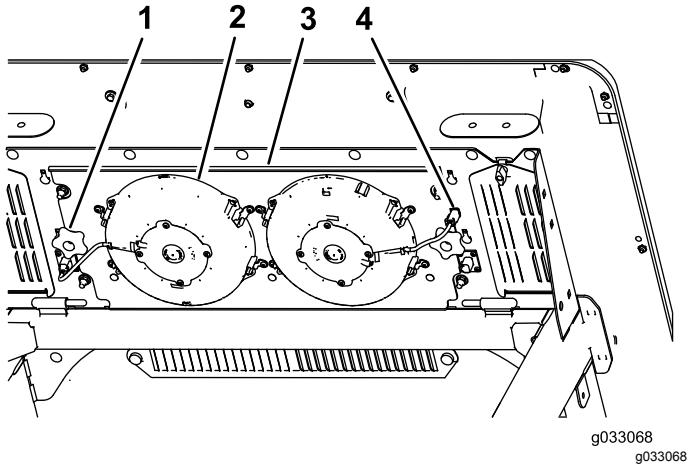

Figura 54
1. Rejilla 2. Pestaña (4)
3. Desconecte el enchufe y el cable de los ventiladores de la toma (Figura 54).
1. Pomo (2) 3. Panel del ventilador
2. Ventilador (2) 4. Enchufe y cable (2)
4. Retire los 2 mandos que fijan el conjunto del panel del ventilador y los ventiladores a la parte inferior de la parte superior de la cabina (Figura 54) y retire el conjunto.